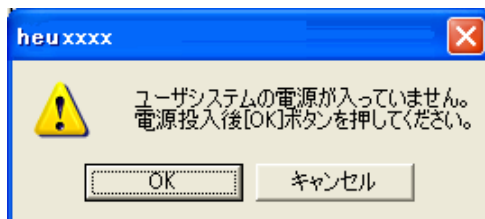
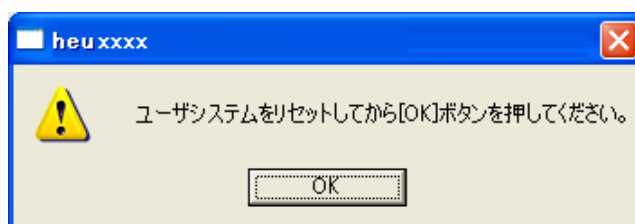

図 3.39 [電源投入メッセージ]ダイアログボックス
図 3.40 [リセット要求メッセージ]ダイアログボックス
(9) 図3.39または図3.40に示すダイアログボックスが表示されます。